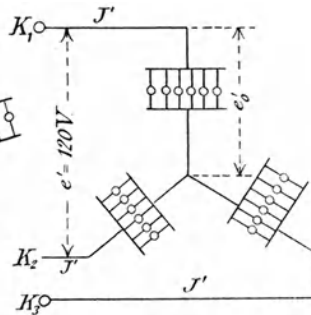

Fig. 150.
- die Spannung der Lampen bei Sternschaltung (Fig. 150).